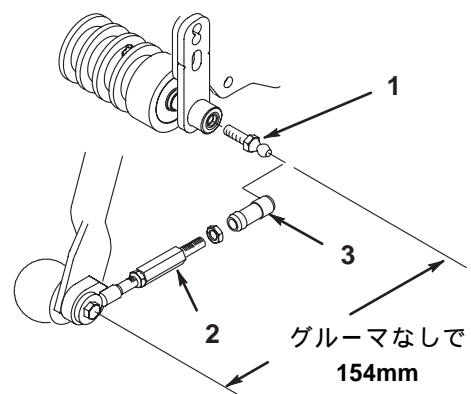

図13
6. 各ボール・ジョイント・レシーバのスリーブをスライドさせ、カッティングユニットのボール・スタッドに接続する（図13）。
注：プル・リンク・アセンブリは長さ調整済みです。もし分解した場合には、図13の寸法になるように再組み立てしてください。